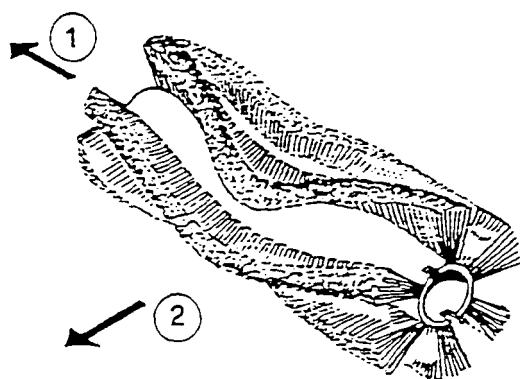

Fig. 9 - Reproducción del cepillo para el sentido de montaje
1. Introducir el cepillo central (véase la posición de montaje en la fig. 9) y centrar las muescas con las aletas del soporte de tracción del lado derecho.
Al montar el cepillo central asegurarse de montarlo en el sentido correcto (véase la fig. 9).